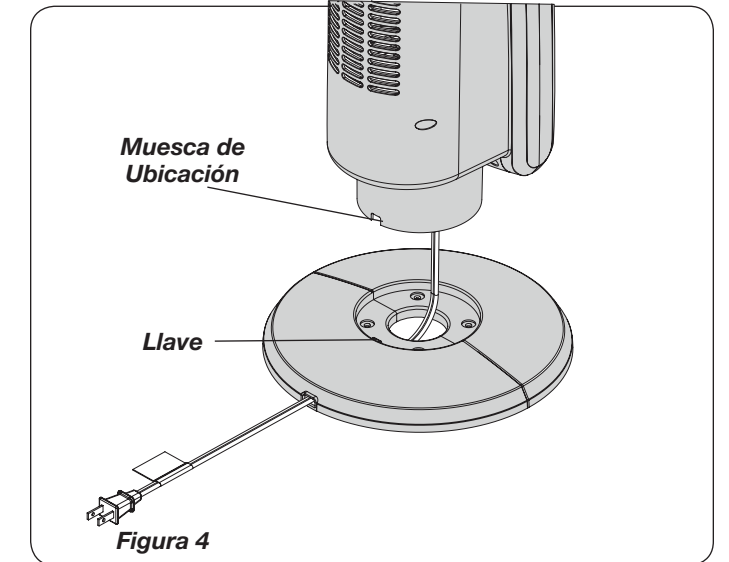
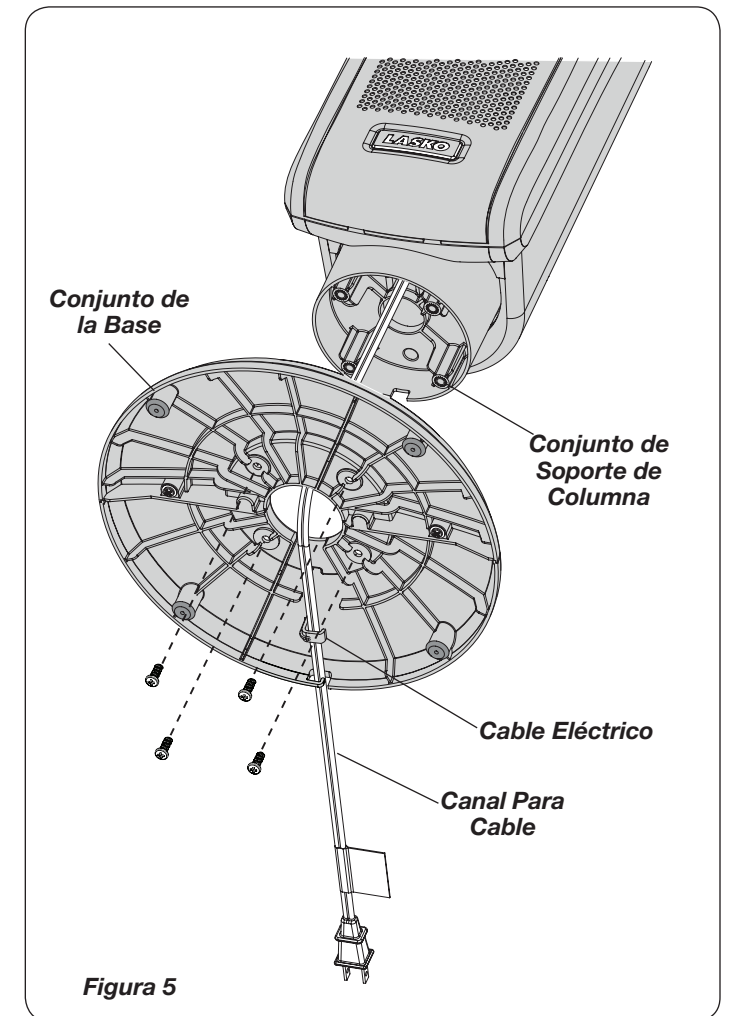

Figura 4
Figura 5
3. Alinee el **Conjunto de la Base** con el **Conjunto de Soporte de Columna**. Cerciérese de que la **Muesca de Ubicación** en el **Conjunto de Soporte de Columna** quede alineada con la **Llave** en el **Conjunto de la Base (Figura 4)**. Una el **Conjunto de la Base** al **Conjunto de Soporte de Columna** con (4) tornillos M5 X 13 mm. Jale suavemente el **Cable Eléctrico** para que no quede holgado, y colóquelo en el **Canal Para Cable** del **Conjunto de la Base**. (Figura 5)